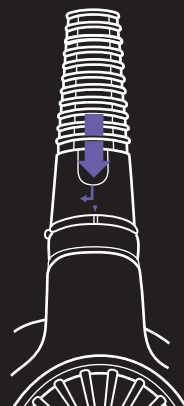

Figure 1.
5. Lin de pijl op de sproeikop it met de dubbele lijnmarkering op de korte sproeikop van de machine, zoals aangegeven op afbeelding 1.